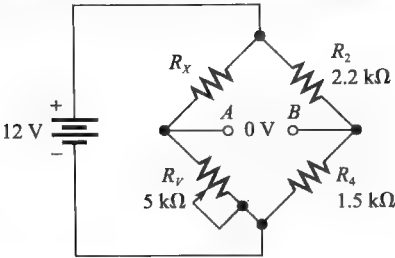

图 6-80
25. 试确定图 6-80 所示的平衡电桥中 R_V 的值。